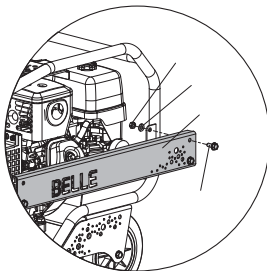

Bild 1
1. Avlägsna sidoskyddet till vänster och 4 x M8 bultar, muttrar och brickor (**se bild 1**)